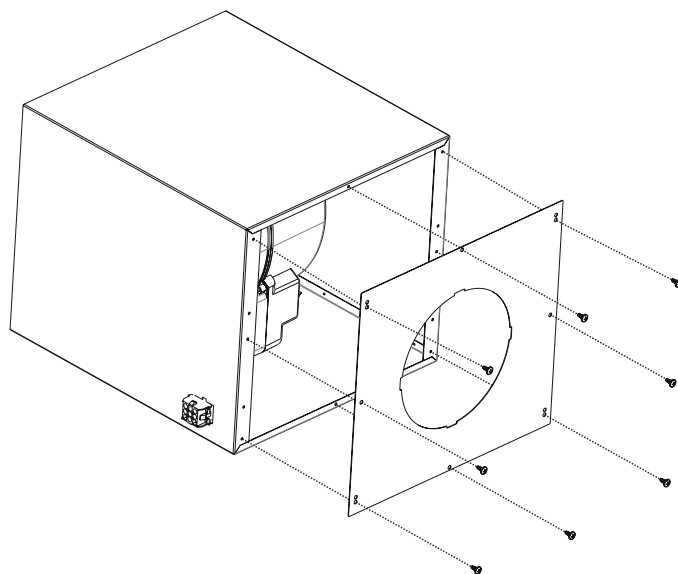

Fig. 20
3. ➤ Använd nu en adapterplatta med ett runt hål för att stänga till motorkabinettets öppna ände och skruva fast den med 8 skruvar (Fig. 20).